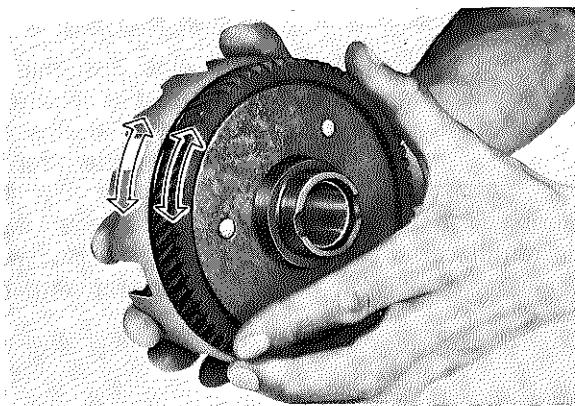

Fig. 3-3-24
6. Check the tightness of rivets at the rear of the clutch housing. Check to see if the gear on the clutch housing is loose excessively due to the deterioration of damper rubber. Check the back plate for warpage. (Fig. 3-3-24 and 3-3-25)
6. Vérifier le serrage des rivets situés à l'arrière de la cloche d'embrayage. Vérifier si la roue menée primaire n'a pas trop de jeu, par suite de la détérioration de l'amortisseur en caoutchouc. Vérifier si le fond de la cloche d'embrayage n'est pas déformé (Figs. 3-3-24 et 3-3-25)
6. Sitz der Niete auf der Rückseite des Kupplungsgehäuses auf Lockerung prüfen. Überprüfen, ob sich das am Kupplungsgehäuse angebrachte Zahnrad durch Alterung des Dämpfungsgummis übermäßig gelockert hat. (Fig. 3-3-24 und 3-3-25)